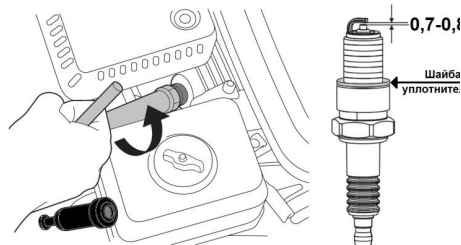

Рис. 29 Обслуживание свечи зажигания
1. Снимите со свечи зажигания колпачок высоковольтного провода и удалите грязь вокруг свечи зажигания (Рис. 29).
4. Измерьте зазор между электродами свечи зажигания специальным щупом. Зазор должен быть $0,7-0,8$ мм (Рис. 29). При увеличении, или уменьшении требуемого зазора, рекомендуется заменить свечу, так как регулировка зазора может привести к изменению качества искрообразования.